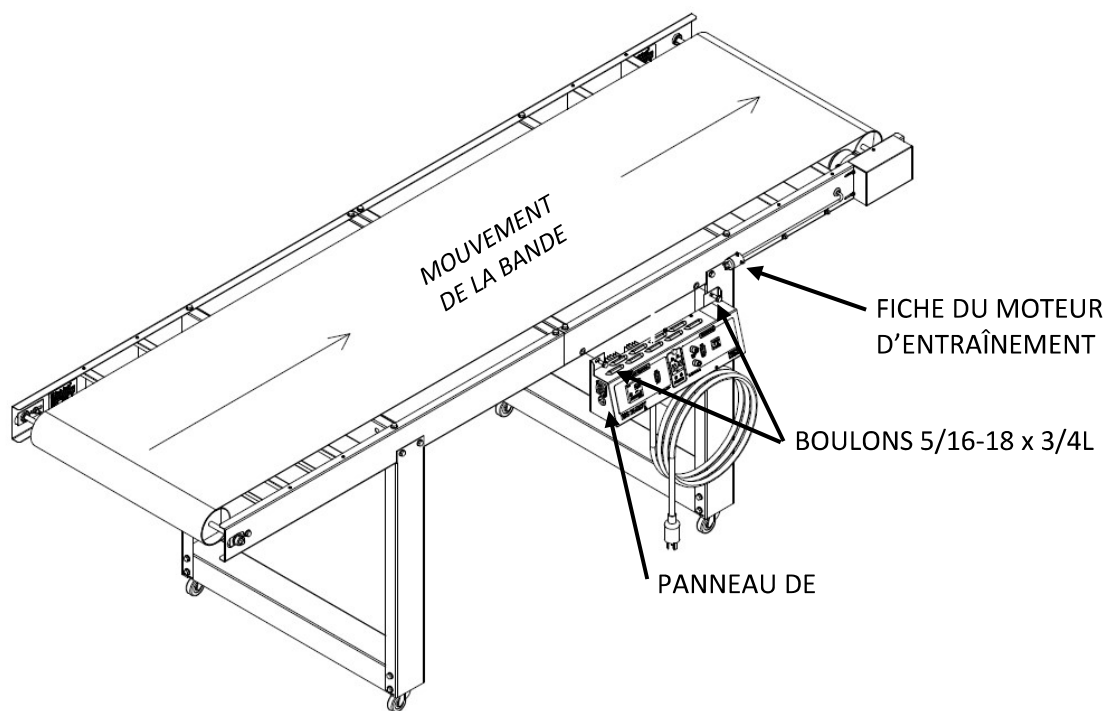

Figure 5
1. Utilisez deux **BOULONS 5/16-18 x 3/4L** pour fixer le **PANNEAU DE COMMANDE** au **CONVOYEUR** (voir Figure 5).